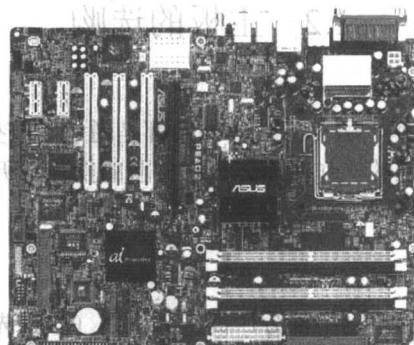

图 1-4 支持 I925X 芯片组主板
(1) 支持 Intel 公司 Pentium 4EE 系列和 Prescott 核心的 Pentium 4F 产品: Intel 的 I925X、I915P、I915G、I915GV, VIA 的 PT890 和 PM890, 如图 1-4 所示为支持 I925X 芯片组主板。